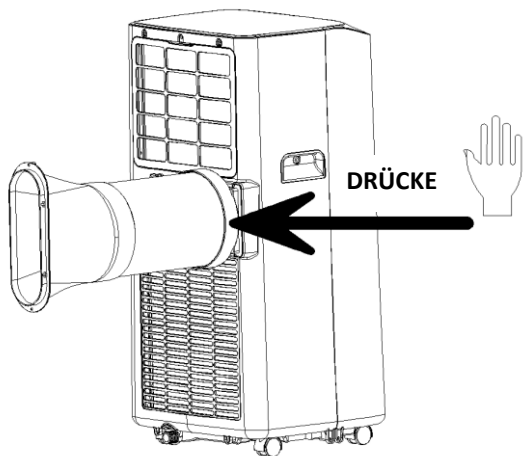

Abb. 1
- 1.1 **Einbau des Warmluft-Austrittsleitung-Sets (siehe Abb. 1):** Das Warmluft-Austrittsleitung-Set (Montageende) auf den Auslassstutzen des Auslasses an der hinteren Platte aufschrauben.